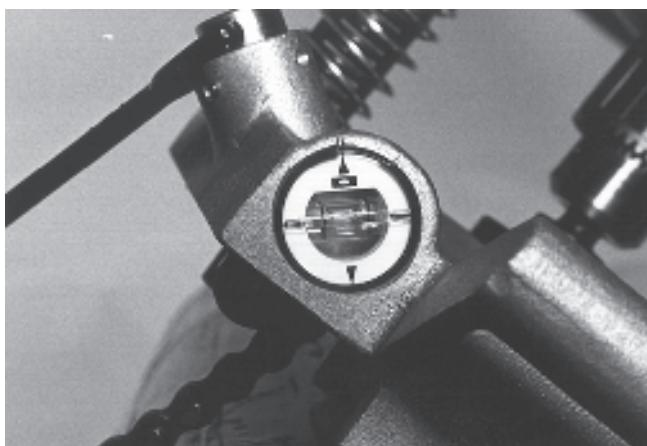

Figure 6 – Niveau à bulle de la scie à cloche HC-450
4. Incorporée à l'embase de la scie à cloche HC-450 se trouve un niveau à bulle qui peut, le cas échéant, servir à aligner plusieurs perçements successifs. Lorsque le positionnement précis de la scie à cloche est atteint, il est possible de tourner le niveau à bulle et le mettre de niveau. Ainsi, lors des perçements suivants, il s'agira simplement d'orienter la scie à cloche de manière à ce que la bulle du niveau soit centrée avant d'arrimer l'appareil (*Figure 6*).